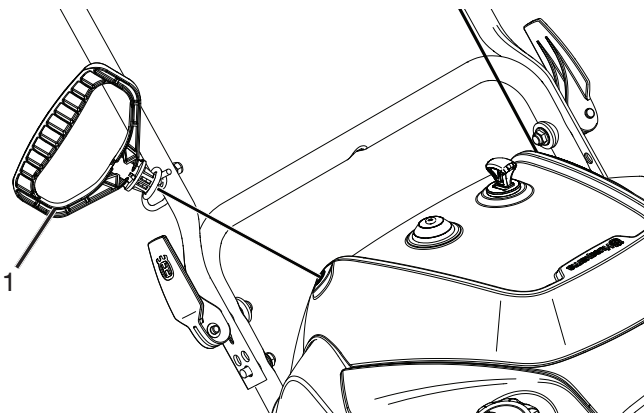
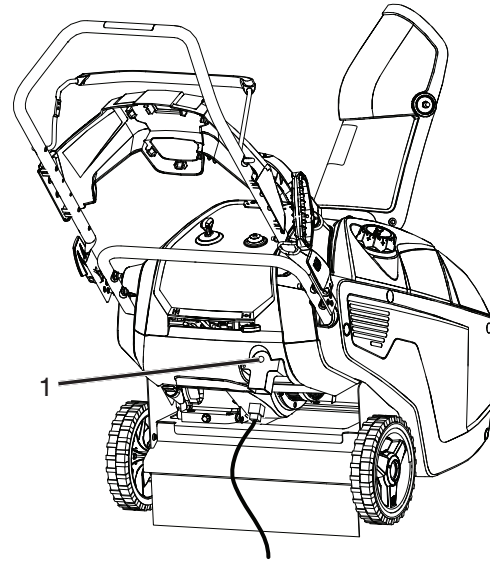

Figure 11
Figure 12
4. Tirer le lanceur à enrouleur (Figure 11) ou si votre souffleur à neige est équipé d'un démarreur électrique, brancher une rallonge au souffleur à neige et brancher l'autre extrémité dans une prise d'alimentation à trois trous 110 volts c.a., puis appuyer sur le bouton du démarreur électrique (Figure 12).
6. Débrancher la rallonge de la source d'alimentation et de la souffleuse à neige (Figure 12).